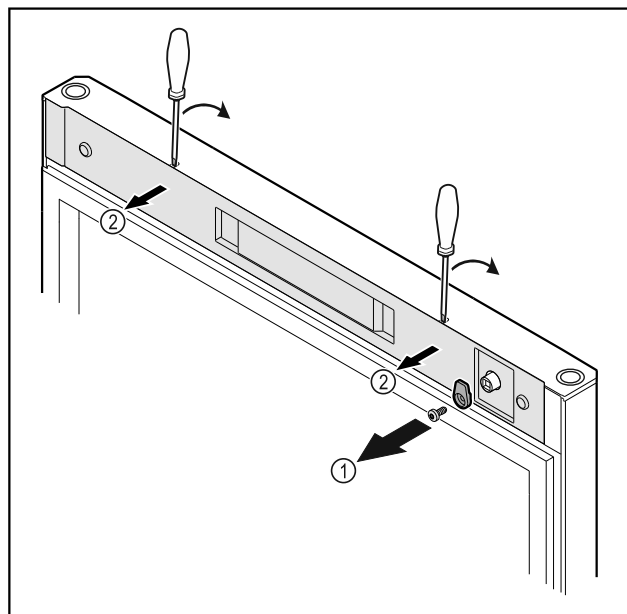

Fig. 11
- ▶ Odkręcić haczyk zamykający Fig. 11 (1).
- ▶ Osłonkę Fig. 11 (2) podważyć matym śrubokrętem i zdjąć.